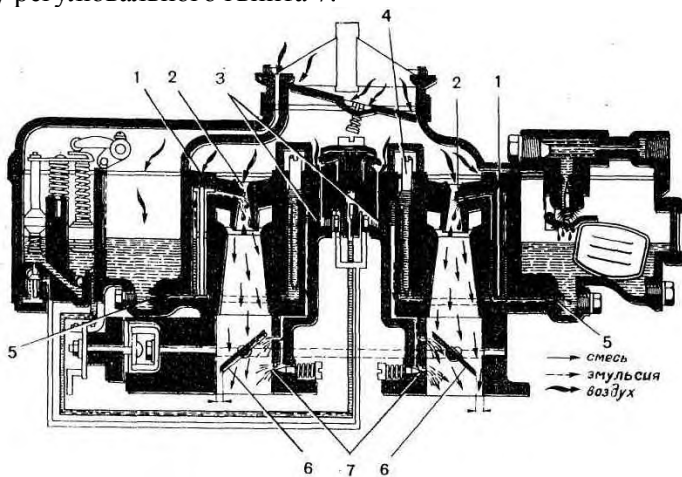

Рис. 5.5
1. При запуску холодного двигуна повітря поступає в повітряний жиклер головної дозуючої системи 1 (рис. 5.5), в малий дифузор 2 і в повітряний жиклер холостого ходу 3.